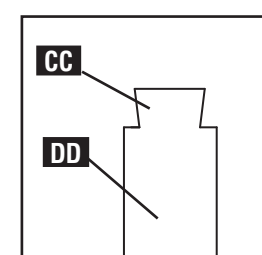

Fig. H22
CENTRADO DE LA ESPIGA: La espiga (CC) (vista lateral en la Fig. H22) debería estar centrada en su tabla (DD), como se muestra. Esto sucede exclusivamente por razones estéticas que no afectarán significativamente la resistencia de la junta.
Para centrar la espiga (CC) sobre la tabla (DD) (como se muestra en la Fig. H22), deben ajustarse los topes de la plantilla C2. Para hacer esto: